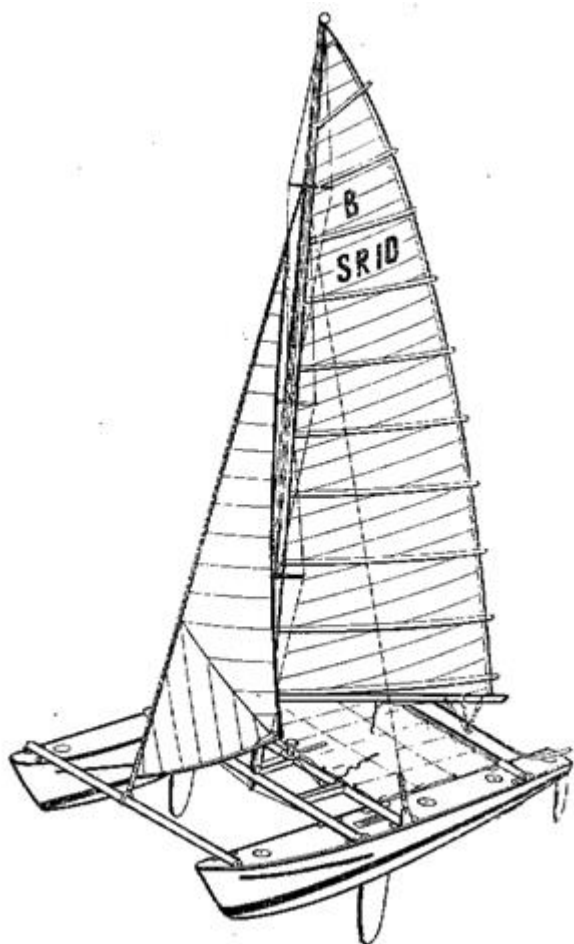

Рис. 7. Гоночный катамаран класса «В»
**Катамараны (рис. 7)** имеют два одинаковых узких длинных корпуса, разнесенных на такое расстояние, чтобы обеспечить большую остойчивость. Сопротивление таких корпусов значительно меньше, чем корпуса обычной яхты, поэтому катамаран развивает значительно большие скорости, чем самые быстроходные гоночные швертботы. Делают и крейсерские катамараны, на которых успешно совершают океанские плавания с весьма высокими средними скоростями (10—15 узлов).